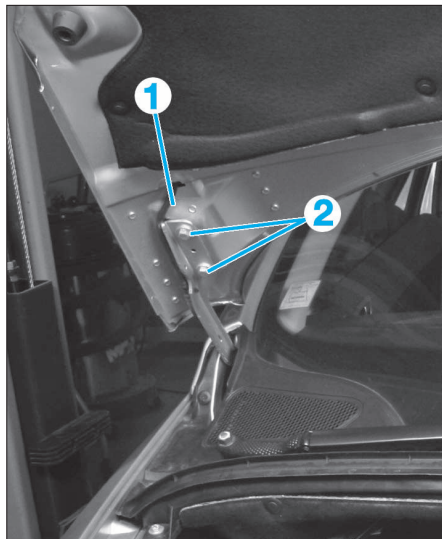

FIG. 9
- le tuyau (1) d'alimentation des gicleurs de capot (Fig.9),
- les vis (2) de fixation de capot (de chaque côté),